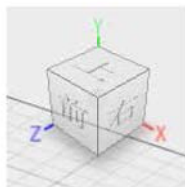

图 2-8
- (4) 视图观察器: 可以切换视图方向, 如图 2-8 所示。